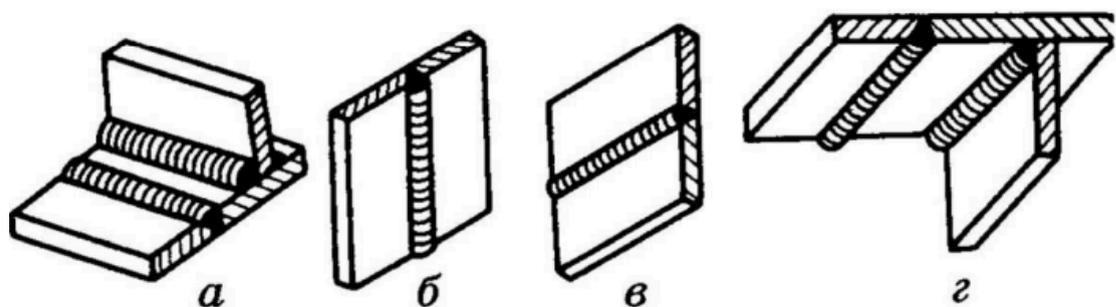

Рис. 13. Нижні (а), вертикальні (б), горизонтальні (в) та стельові (г) зварні шви
**Класифікація зварних швів за положенням у просторі.** За положенням у просторі шви поділяють на нижні (а), вертикальні (б), горизонтальні (в) і стельові (г) (рис. 13).